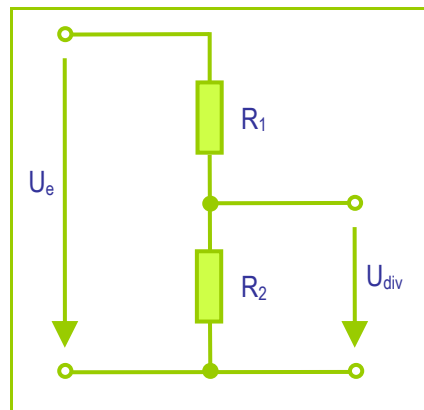

Abbildung 5 Spannungsteiler
- 6) Berechnet die Ströme  $I_{R1}$  und  $I_{R2}$  sowie die Spannung  $U_{div}$ . Betrachtet dabei den Spannungsteiler in Abbildung 5 mit den Werten für  $U_e = 3,85 \text{ V}$ ,  $R_1 = 30 \text{ k}\Omega$  und  $R_2 = 10 \text{ k}\Omega$ !